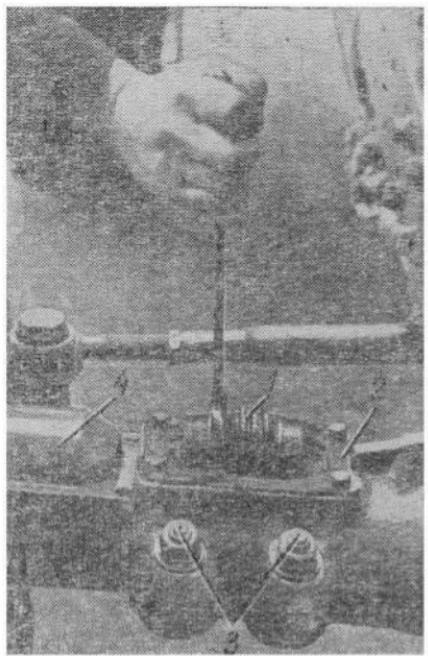

Рис. 53. Регулировка колеи тракторов МТЗ-82 и МТЗ-82Л:
(рис. 53), расположенным на руках переднего моста, с учетом перестановки колес на диске и с одного борта на другой. Для изменения колеи поднимите переднюю часть трактора (или поочередно передние колеса), обеспечив просвет между колесами и грунтом; задние колеса при этом должны быть заторможены.
2. Освободите клинья 3 (рис. 53) рукавов, отвернув гайки настолько, чтобы обеспечить свободное перемещение корпусов конических пар.